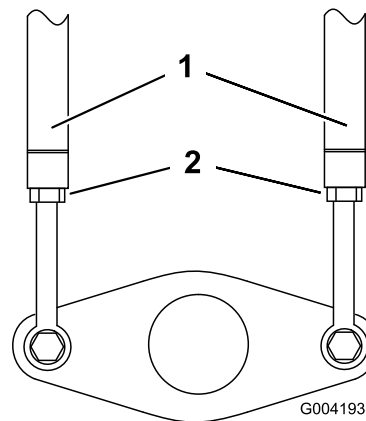

Figura 51
3. Allentare i controdati situati sulle aste di trazione, al di sotto della plancia (Figura 51).